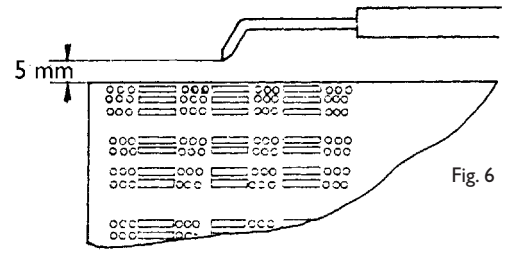

Fig. 6
- Controlar a posição do electrodo de ignição (Fig.6).